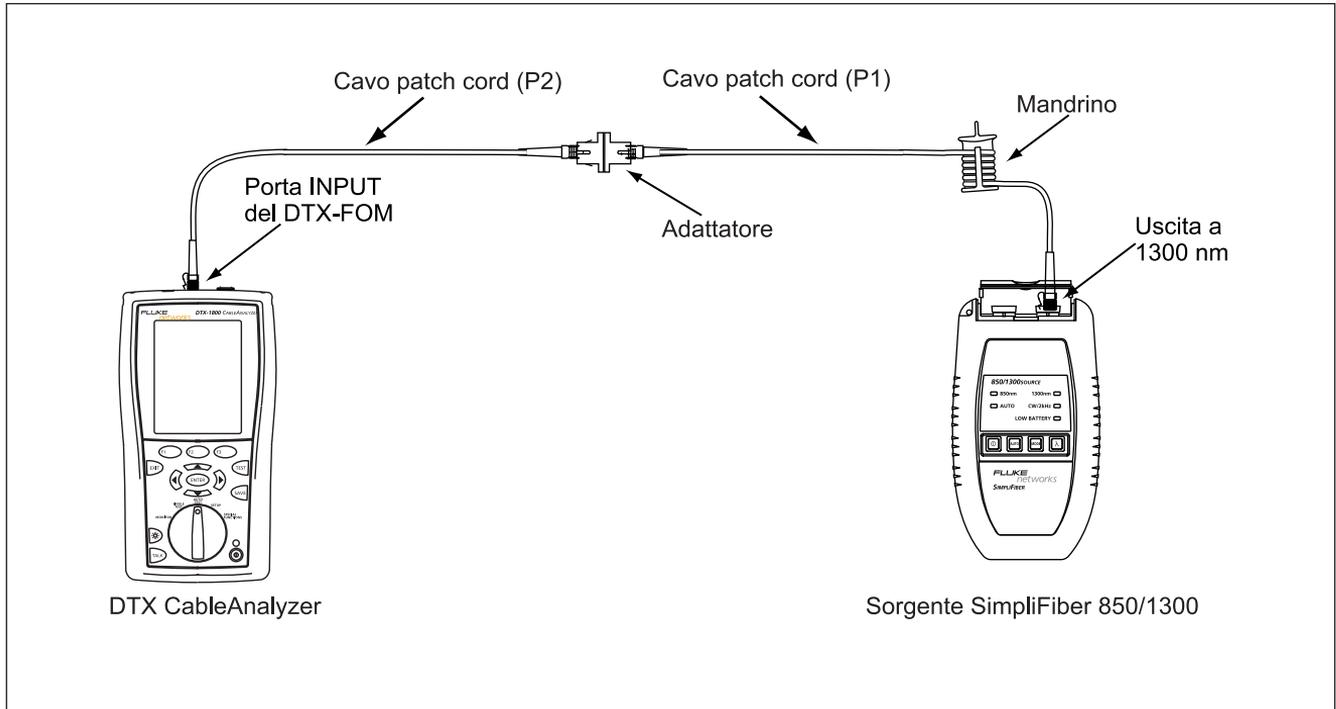

Figura 15. Collegamento di un cavo patch cord sospetto (P2)
- d. Premere **F2 (OK)**.
7. Collegare il cavo patch cord sospetto (P2), come illustrato nella Figura 15.